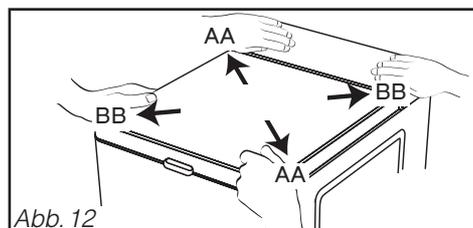

Abb. 12
– Das Gerät auf seine Füße stellen und den Hebel in die Ausgangsposition zurück führen. – Durch diagonale Druckeinwirkung auf den Deckel die Stabilität der Maschine prüfen (Richtung AA, anschließend Richtung BB) (Abb. 12). **Die Maschine darf sich nicht bewegen.**